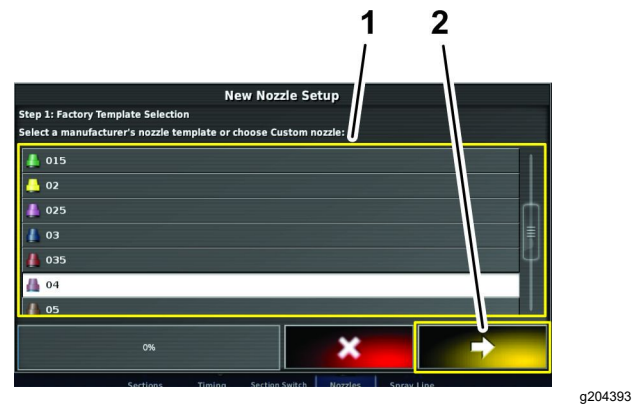

Рисунок 77
- 5. На этапе 1 в окне настройки нового сопла нажмите на значок нового сопла, основываясь на расходе или цвете, указанном в списке выбора заводского шаблона (Рисунок 77).